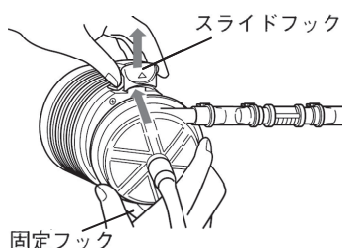

図2
2. 本品を適応駆動装置のドライブモーターに装着する。スライドフックの動きに問題がないことを確認し、本品のリブを固定フックにさし込む(図2)。